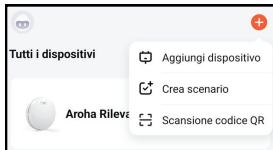

Figura 1: aggiungi dispositivo nell'app
**Passaggio 5:** Fai clic sul "+" nell'angolo in alto a destra della schermata iniziale dell'app. Quindi scegli **"Aggiungi dispositivo"**, come vedi nella Figura 1. L'app ora cercherà automaticamente i dispositivi che sono in modalità di accoppiamento. Segui i passaggi descritti nell'app.